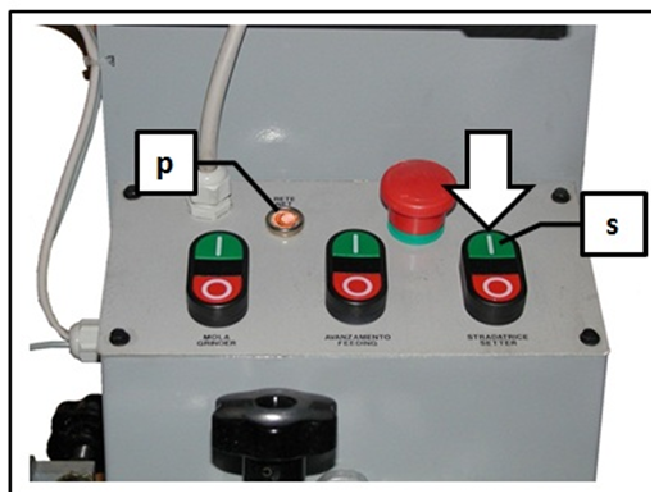

Рисунок 26
- Убедитесь, что станок подключен, проверив, что световой индикатор **p**, расположенный на пульте управления, горит (см. Рисунок 26).
- Нажмите кнопку **1** на кнопочной панели **s** (Рисунок 26), чтобы включить разводящую машину.
- Автоматическая остановка после завершения цикла настраивается путем установки маленького магнита (поставляется вместе со станком) на край уже разведенной ленточной пилы. Магнит приведет к остановке рядом с датчиком **Y** (Рисунок 26).